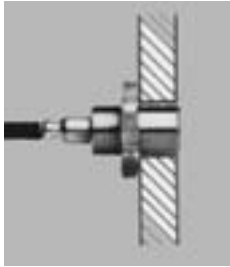

Abb. 4.9: Beispiel für flächenbündige Montage eines geschirmten Sensors in einer metallischen Halterung
- ➡ Montieren Sie geschirmte Sensoren bündig in die metallische Sensorhalterung, siehe Abb. 4.9.